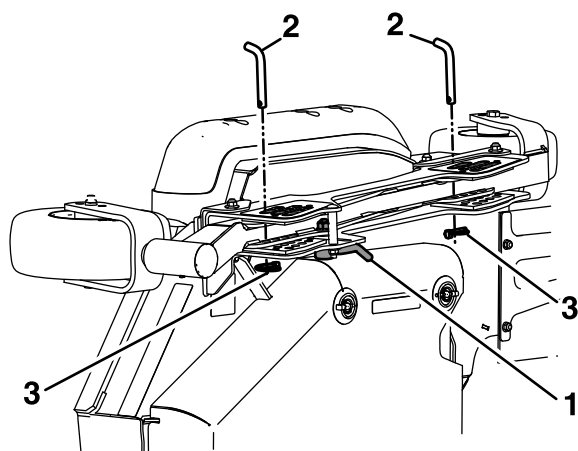

Figure 80
3. Déverrouillez les verrous à came des tabliers latéraux gauche et droit (Figure 80).
4. Déposez et conservez la goupille à anneau de hauteur de coupe du tablier latéral (Figure 80).